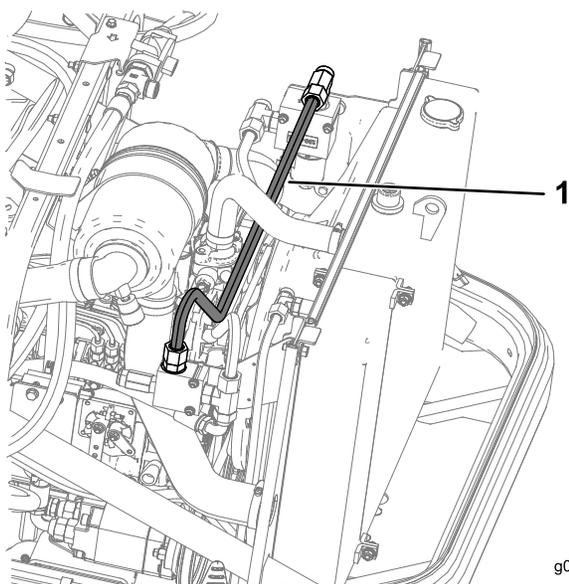

**Рисунок 31**
11. Установите гидравлическую трубку G от тройника (наружная резьба 5/8 x 5/8 x 3/4 дюйма) на головке фильтра в сборе к тройнику (3/4 x 13/16 дюйма), расположенному рядом с кожухом вентилятора радиатора, как показано на Рисунок 31.